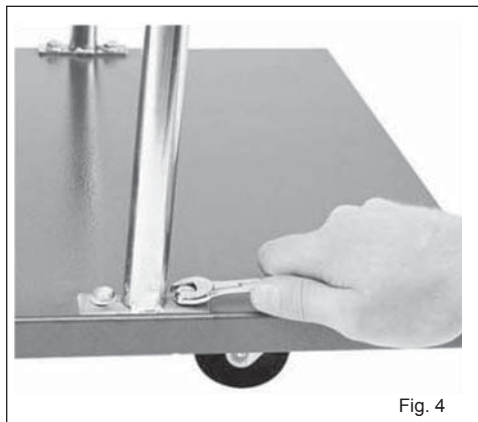

Fig. 2
1. Collocare le rotelle nei quattro angoli sotto la base rettangolare utilizzando le viti e i dadi con le relative rondelle. Per ciascun angolo di supporto di ogni rotella inserire sopra una vite attraverso la rondella nella base poi nel supporto di ogni rotella. Chiudere il dado con una chiave appropriata e un cacciavite. Ripetere l'operazione anche per le altre rotelle. (Fig. 2).